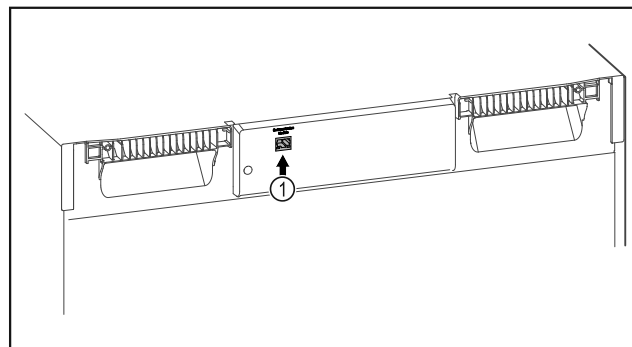

Fig. 140
- Το SmartModule Fig. 140 (1) χρησιμοποιείται.